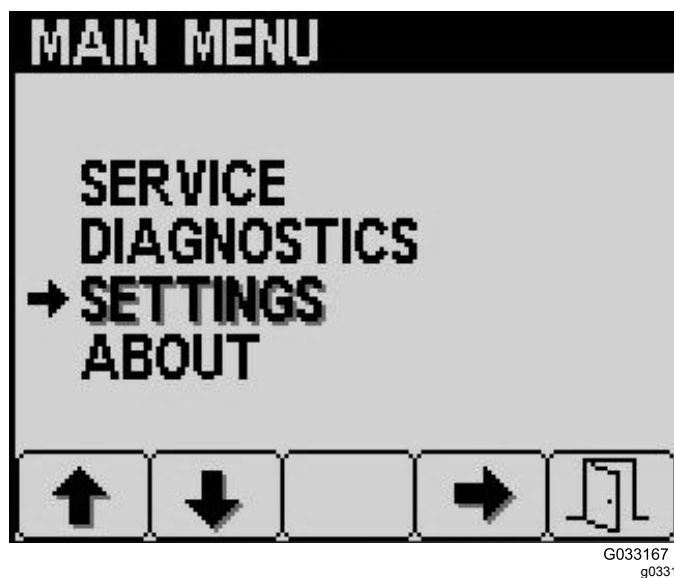
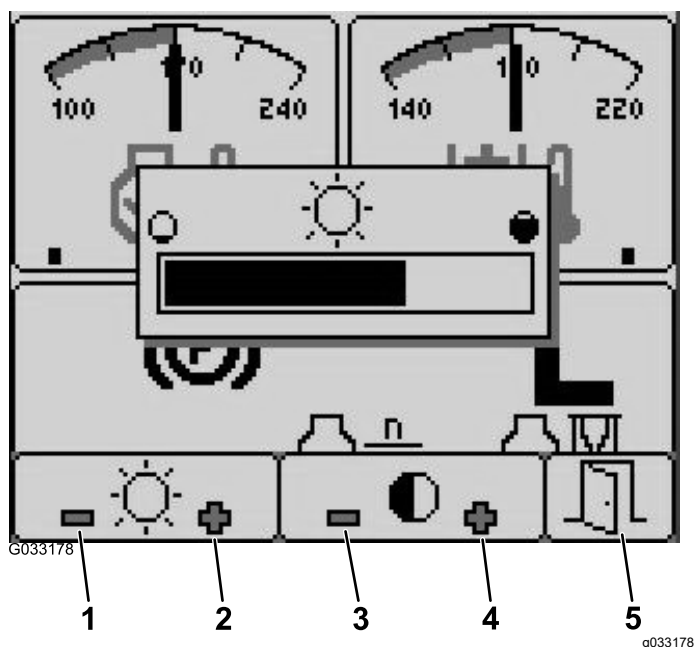

Figure 18
Figure 19
- Naviguez jusqu'à l'option ENTRETIEN dans le menu principal (Figure 18).
8. Quittez le menu en sélectionnant le bouton de SORTIE (porte) (Figure 18 ou Figure 19).
1. Dans l'écran d'accueil, appuyez sur le bouton 5 pour accéder à la barre contextuelle de luminosité/contraste (Figure 19).
2. Appuyez sur le bouton 1 pour réduire la luminosité, sur le bouton 2 pour augmenter la luminosité, sur le bouton 3 pour réduire le contraste et sur le bouton 4 pour augmenter le contraste (Figure 19).
3. Après avoir réglé la luminosité et le contraste, appuyez sur le bouton 5 pour quitter le menu (Figure 19).